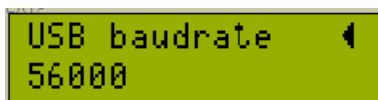

Рисунок 33
4. Запустить Hairless MIDI<->Serial Bridge выбрать входной ком порт, который определяется при включении контроллера, указать этой программе виртуальный входной миди порт LOOPMidi, выставить скорость 56000. В миди контроллере в меню «System setup» -> USB baudrate скорость так же должны быть установлена в 56000(см. Рисунок 33)